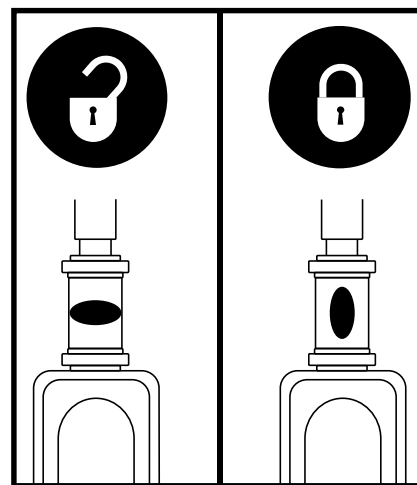

Figura 18. Bloccasterzo
1. Estrarre la chiave dall'apposito interruttore e bloccare il manubrio in posizione diritta in avanti spingendo la manopola di blocco del manubrio e ruotandola in senso orario di 90°. **Vedere figura 18.** La ruota anteriore deve essere rivolta in avanti per bloccare il manubrio.
6. Sbloccare la ruota anteriore ruotando il manubrio di 90° in senso antiorario. **Vedere figura 18.**